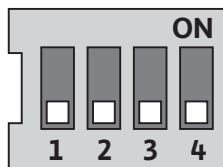

Fig. 26: Interruptor DIP
Os interruptores DIP (fig. 9, pos. 6/fig. 26) encontram-se sob a cobertura da caixa.